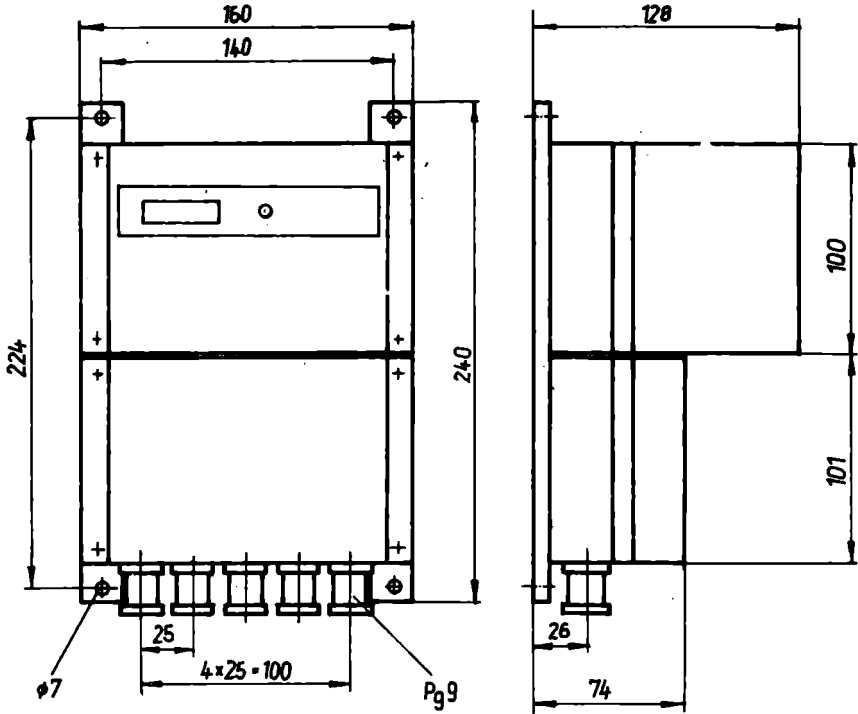

Bild 5
- Bild 5 Maßzeichnung Wärmemengenrechner